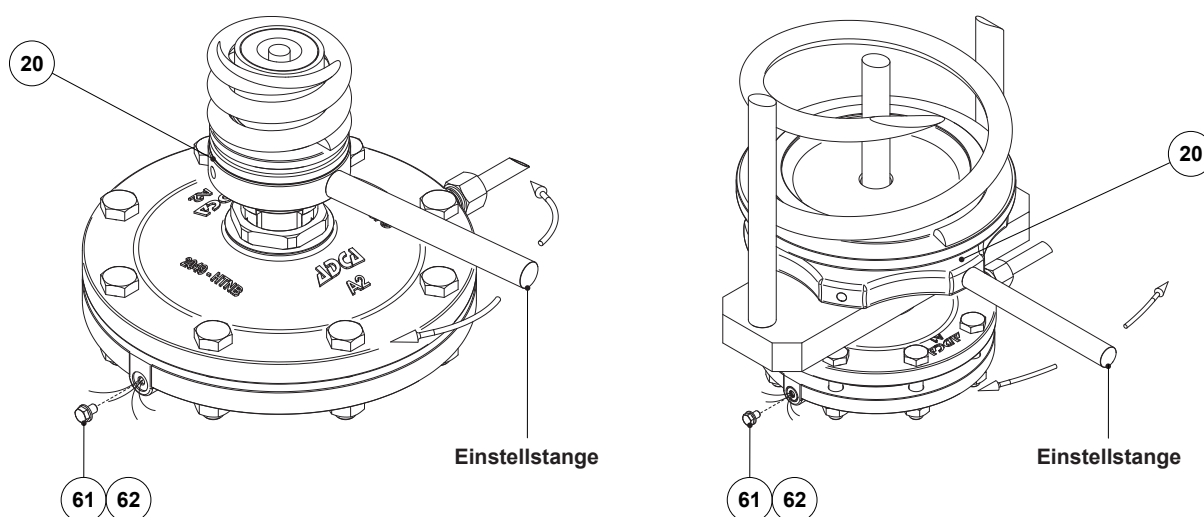

Abb. 2 - Ändern der Spannung der Einstellfeder.
- a. Das Drehen der Einstellstange im Uhrzeigersinn erhöht die Federspannung und damit den Minderdruck - siehe Abbildung 2.
- b. Das Drehen der Einstellstange gegen den Uhrzeigersinn reduziert die Federspannung und damit den Minderdruck - siehe Abbildung 2.